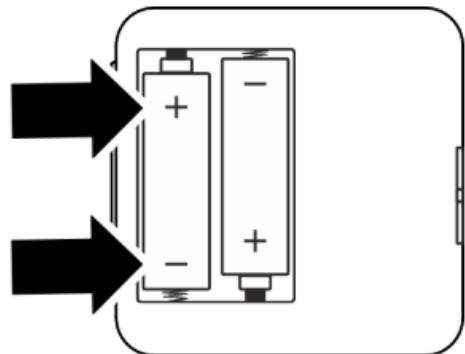

Abb. 4: Batterie einlegen
6. Die 2 Alkalibatterien vom Typ 1,5 V AA LR6 mit richtiger Polung (Abb. 4) in den Gehäusedeckel einlegen.
8. Die 2 Alkalibatterien vom Typ 1,5 V AA LR6 mit richtiger Polung (Abb. 4) in den Gehäusedeckel einlegen.